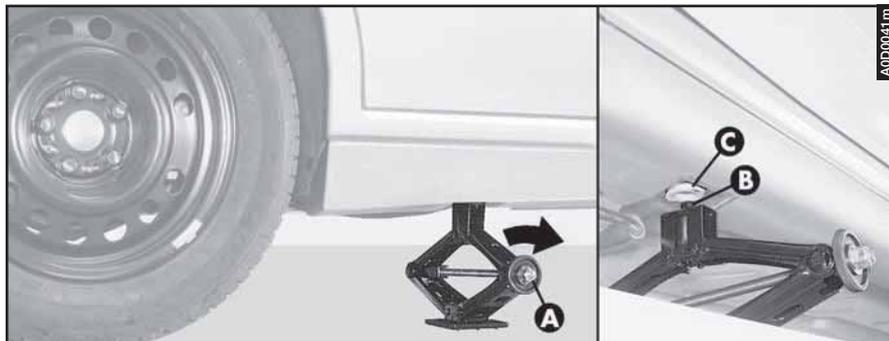

fig. 7
– Ruotare a mano la manopola (**A-fig. 7**) del cric in modo da distenderlo sin quando il perno (**B**), sulla parte superiore del cric si inserisce correttamente nella sede della scocca (**C**).
– Ruotare a mano la manopola (**A-fig. 7**) del cric in modo da distenderlo sin quando il perno (**B**) sulla parte superiore del cric si inserisce correttamente nella sede della scocca (**C**).